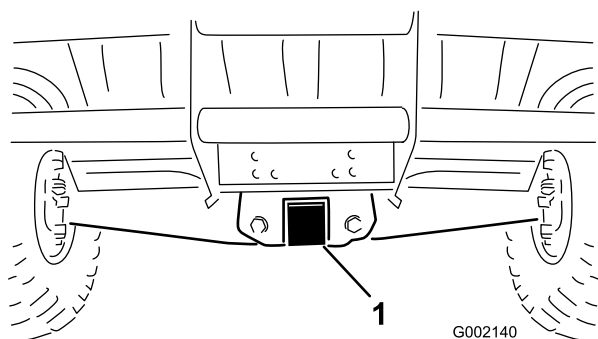

Figura 28
ao atrelado. Consulte Figura 27 e Figura 28 para localizar os pontos de fixação do veículo.
2. Ate um cabo de reboque ao garfo, na parte dianteira do chassi (Figura 28).